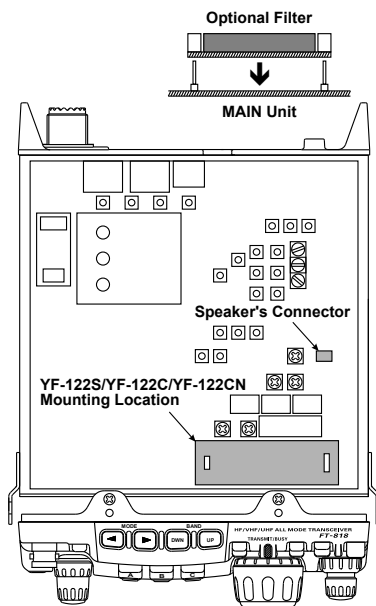

Figure 2
3. Se reporter à la figure 2 pour localiser les emplacements de montages des filtres optionnels. Positionner le filtre de telle manière que les connecteurs soient bien en face des contacts sur le carte support et pousser le pour la mise en place.